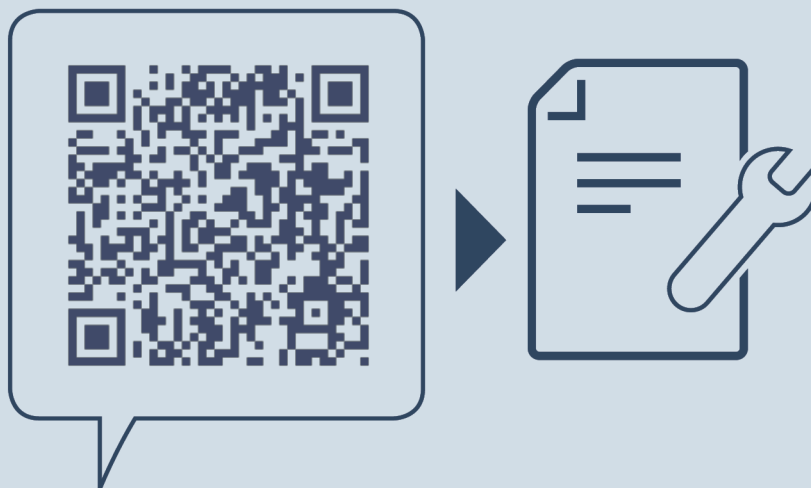

*Fig. 35**
- Stikkkontakten ligger ikke bak apparatet, men i områdene a eller b *Fig. 35 (a, b, c)*.
- ▶ Sett inn strømpluggen *Fig. 35 (G)* på baksiden av enheten. Pass på at den klikker på plass.